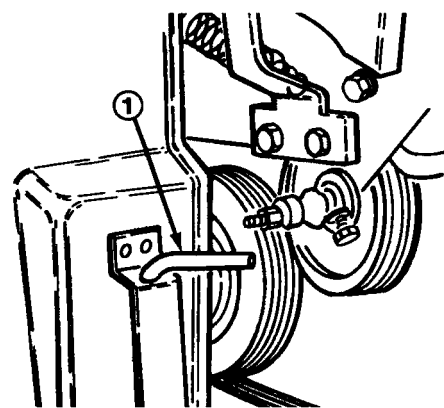

Figure 13
- B. Retirer la goupille de dépassement de son support de rangement, à l'avant du capot de la tête d'aération (Fig. 13).
1. Retirer la goupille de dépassement de son support de rangement, à l'avant du capot de la tête d'aération (Fig. 13).